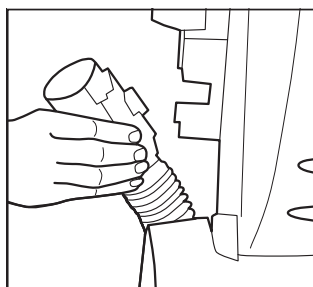

Fig. 1
2. Presione las pestañas a ambos lados del puerto para limpieza rápida y extráigalo de la aspiradora (Fig. 1).